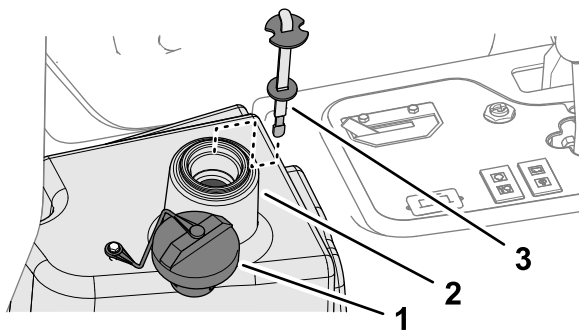

Bild 95
4. Füllen Sie den Behälter (**Bild 95**) mit ca. 22,7 Liter Hydrauliköl; siehe Hydrauliköl – technische Angaben \(Seite 64\).